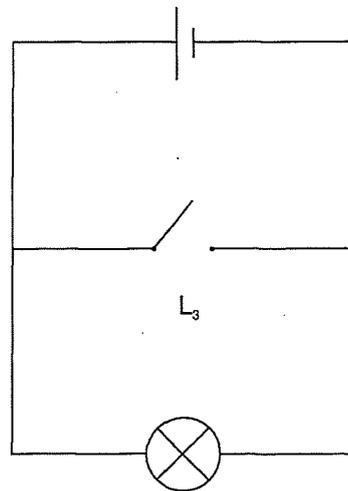

Figure 13.2
4.2. Réaliser le montage de la figure 13.2 en plaçant l'interrupteur comme indiqué (interrupteur placé **en parallèle** ou **en dérivation** sur l'ampoule). Fermer l'interrupteur **pendant un court instant**. Observer l'éclat de l'ampoule et le noter.